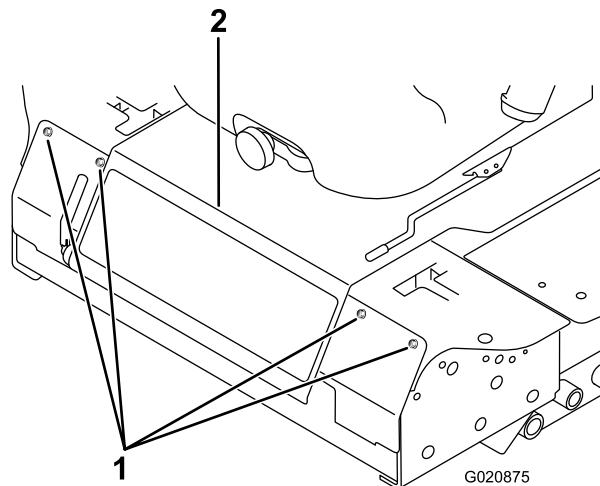

Рисунок 59
3. Снимите болты крепления передней панели и снимите переднюю панель (Рисунок 59).